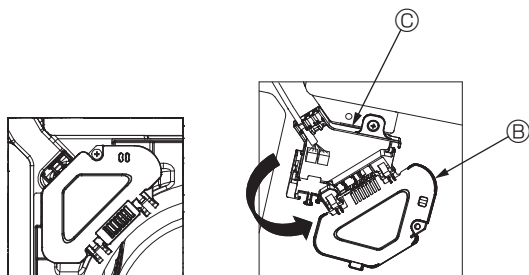

Fig. 4-5
- ③ Retirez la vis de fixation du couvercle de la boîte de raccordement, puis ouvrez le couvercle. (Fig. 4-5)
- ④ Placez le connecteur du fil de jonction dans la boîte de raccordement.
- ⑤ Installez le couvercle des fils et le couvercle de la boîte de raccordement.